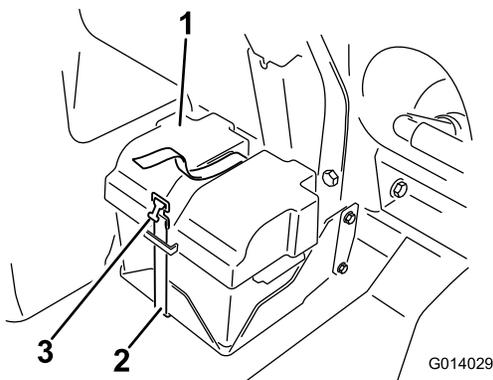

Figure 81
2. Déposez le couvercle de la batterie et débranchez le câble de masse négatif (noir) de la borne de la batterie (Figure 81).
4. Posez le couvercle de la batterie et fixez-le avec la sangle que vous avez retirée précédemment (Figure 81).